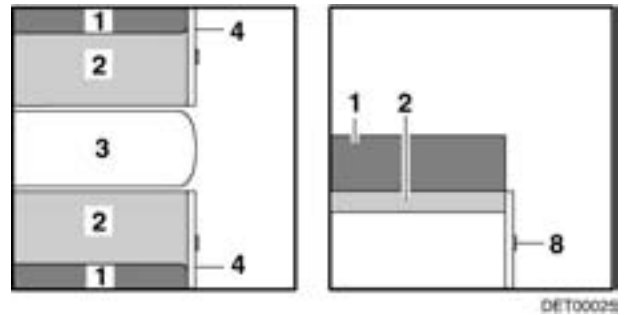

Bild 71 Vor dem Vergrößern
- Tisch (Bild 71,3) vergrößern (siehe Abschnitt 7.7).
- Griff (Bild 71,8) ziehen und Klappe (Bild 71,4) öffnen.